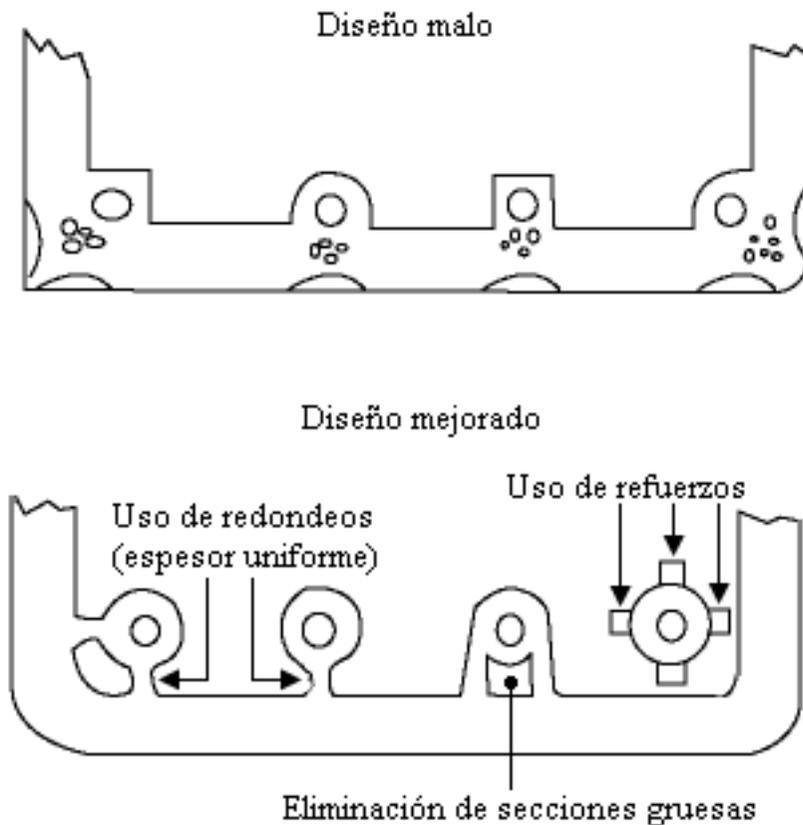

Figura 44: Uso de redondeos para mantener espesor uniforme
- ↯ Diseñar piezas con espesores de pared uniformes (figura 44).